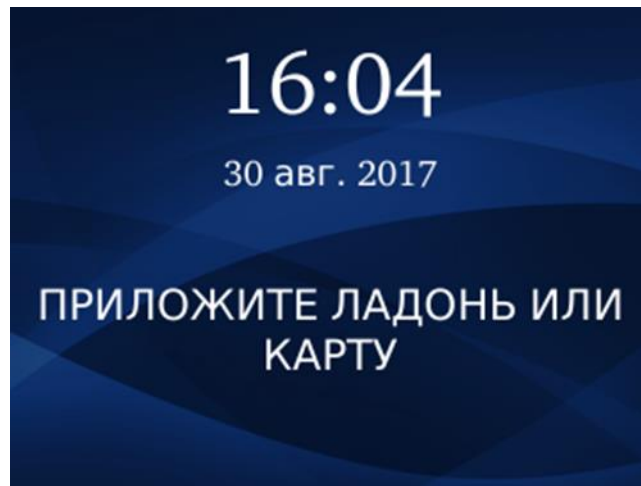

Рисунок 28 – Экран терминала в режиме «Ладонь или карта или кнопка»
- **Ладонь или карта или кнопка** (см. рисунок 28)